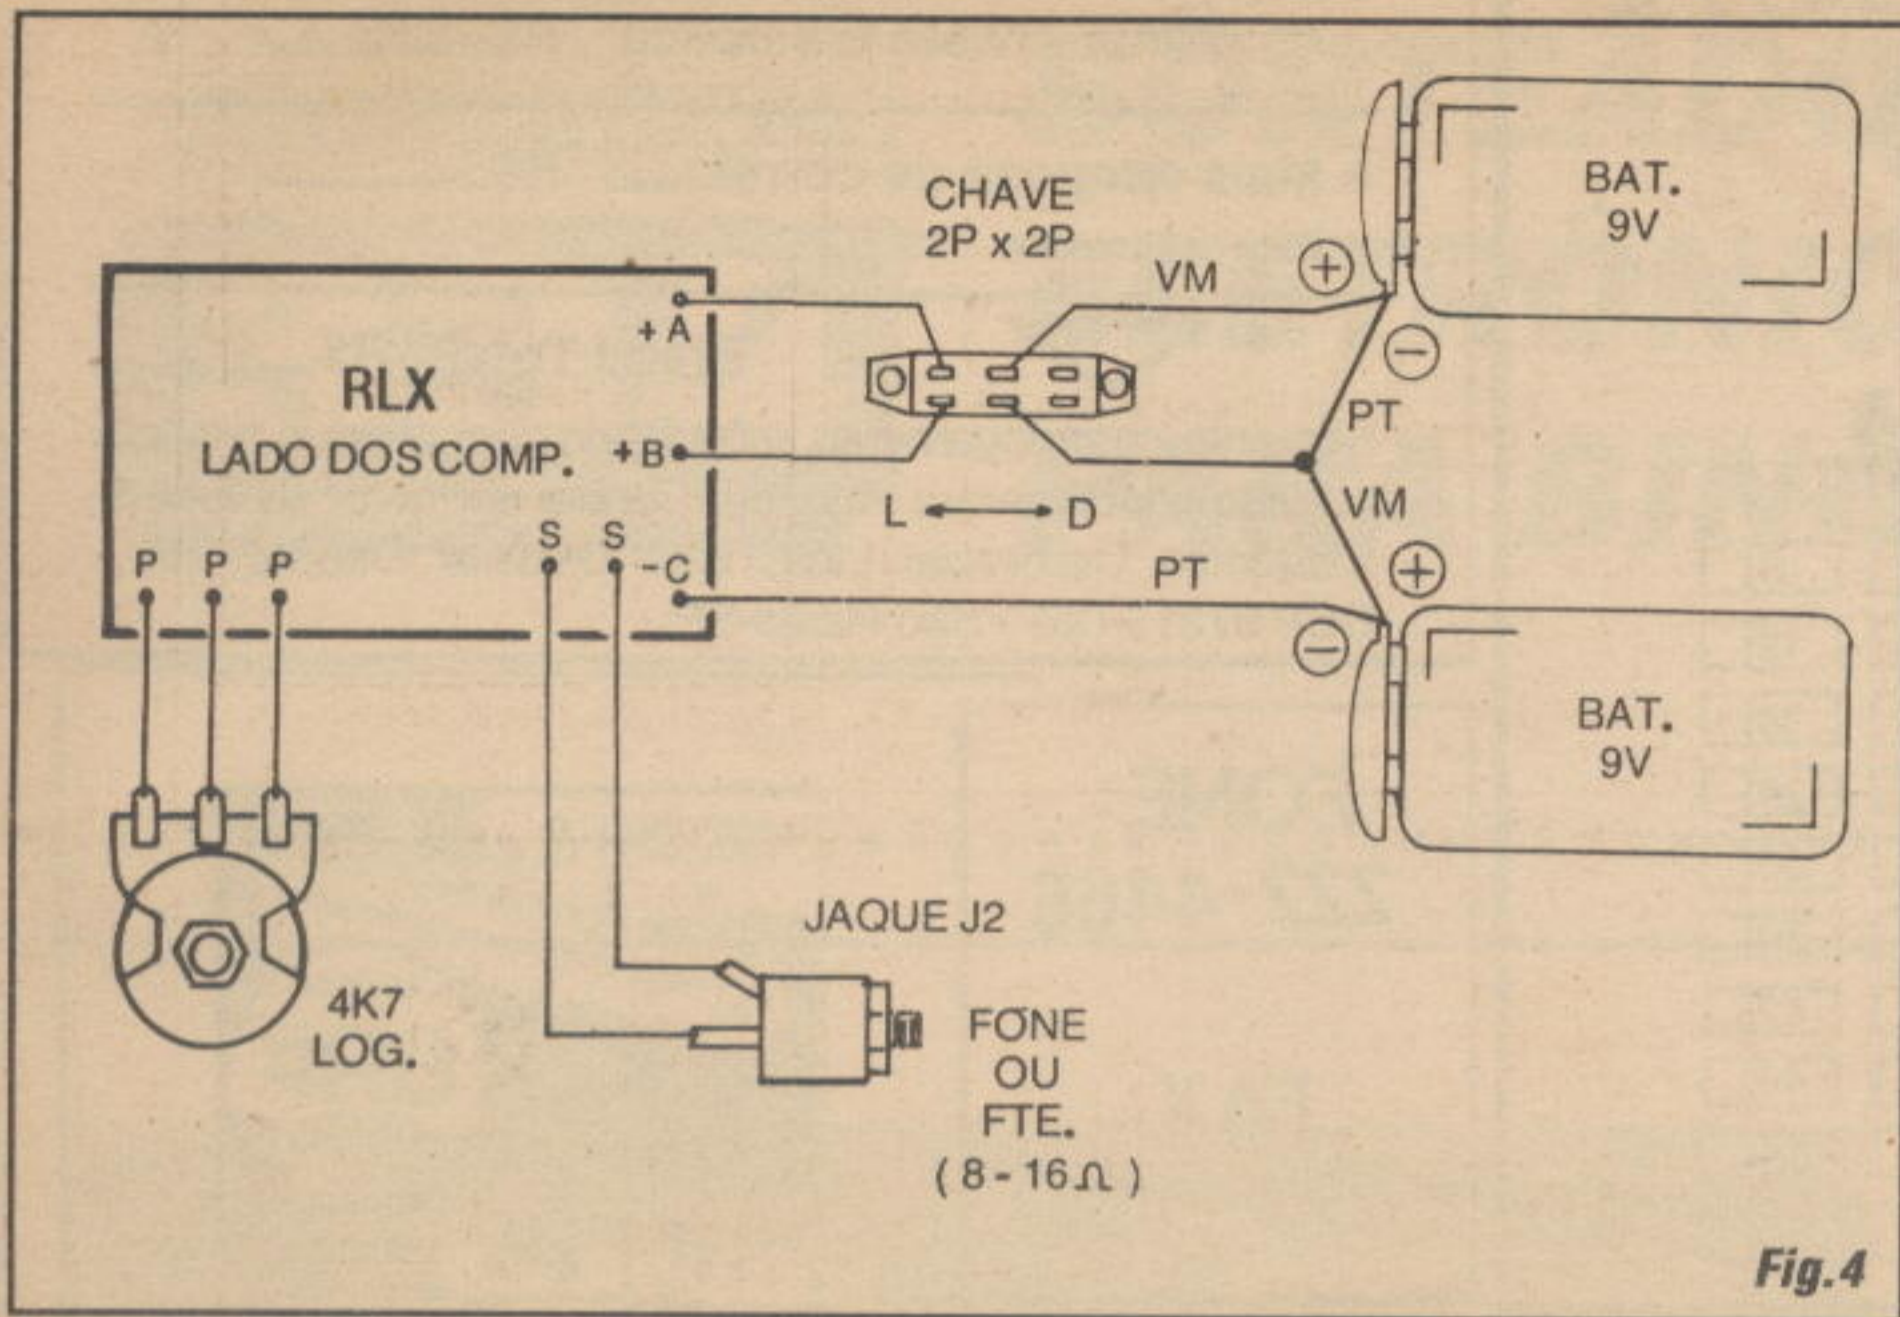

Fig.4
- **FIG. 4 - CONEXÕES EXTERNAS À PLACA** - Como é *praxe* nas nossas descrições *visuais* das montagens, o diagrama mostra a placa do impresso ainda pelo seu lado *não cobreado*, porém com os componentes que ficam *sobre* a placa, momentaneamente *invisibilizados* (para não colocar obstáculos ao entendimento...). Agora, o que interessa são as ligações externas, também importantes, todas claramente detalhadas... Observar a conexão (independente de *polaridade*, devido ao sistema de saída em *ponte*...) ao *jaque* J2 de saída para os fones ou alto-falante, as ligações aos terminais do potenciômetro (este visto *pela frente*, na figura...) e - principalmente - as **não usuais** conexões